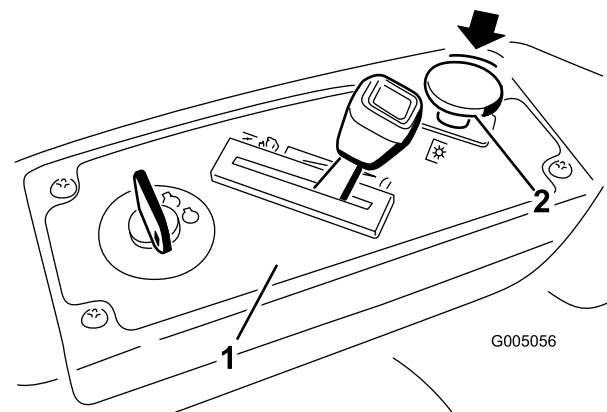

Bild 8
2. Kuppeln Sie die Messer aus, indem Sie den Zapfwellenantriebsschalter in die Aus-Stellung stellen (Bild 8).